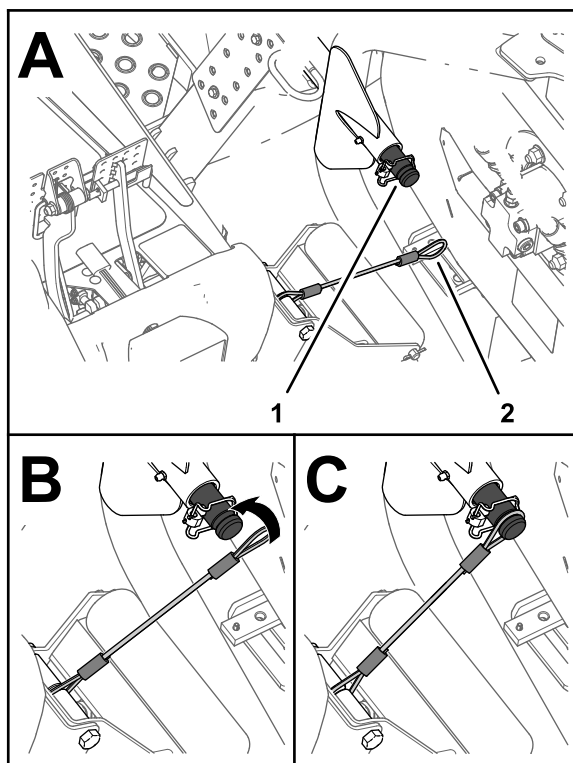

Figura 65
5. Alinhe o cordão com o eixo de suporte do braço de elevação para a unidade de corte que se move para fora (Figura 65).
6. Passe o laço no cordão por cima do eixo de suporte até que o cordão fique posicionado na ranhura do eixo (Figura 65).